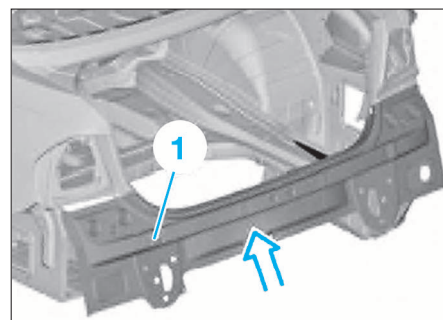

FIG. 36
- Remarque pour la repose : insérer la jupe arrière (1) en procédant du bas vers le haut (Fig.36).